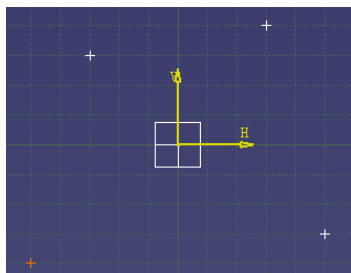
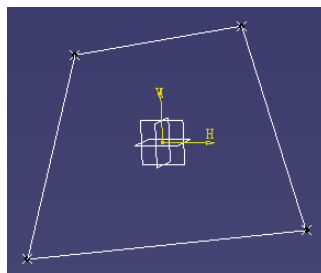

图 9-9
图 9-10
(1) 用 xy plane → Sketcher → Point 画如图 9-9 后, 退出 Sketcher, 用 Line 连接四个点(见图 9-10);